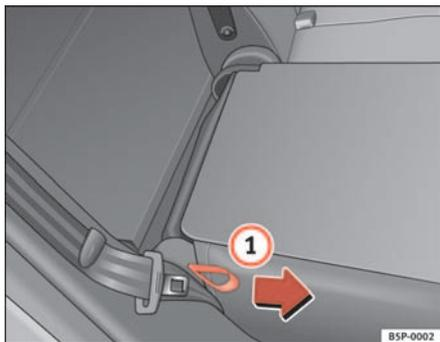

Fig. 97 Abatir o levantar el respaldo de los asientos posteriores
- Tire del lazo situado en el lateral del asiento ⇒ fig. 97 ①